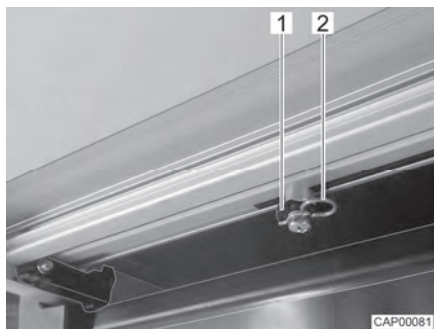

Fig. 4 Varilla de accionamiento (escalón de entrada)
- En el lado inferior del escalón de entrada, retirar ambos clips de seguridad (Fig. 4,2) en las varillas de accionamiento (Fig. 4,1).